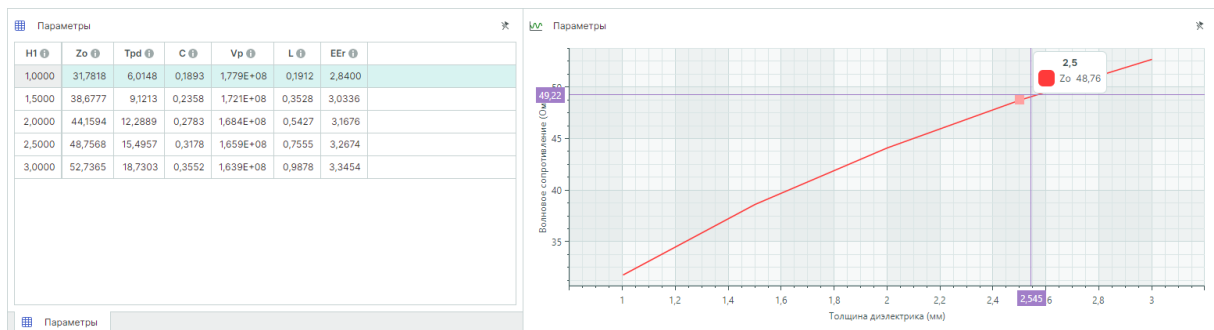

Рис. 125 Пример расположения вкладки
- Графики доступны в отдельной вкладке (расположение вкладки может быть изменено), см. Рис. 125.